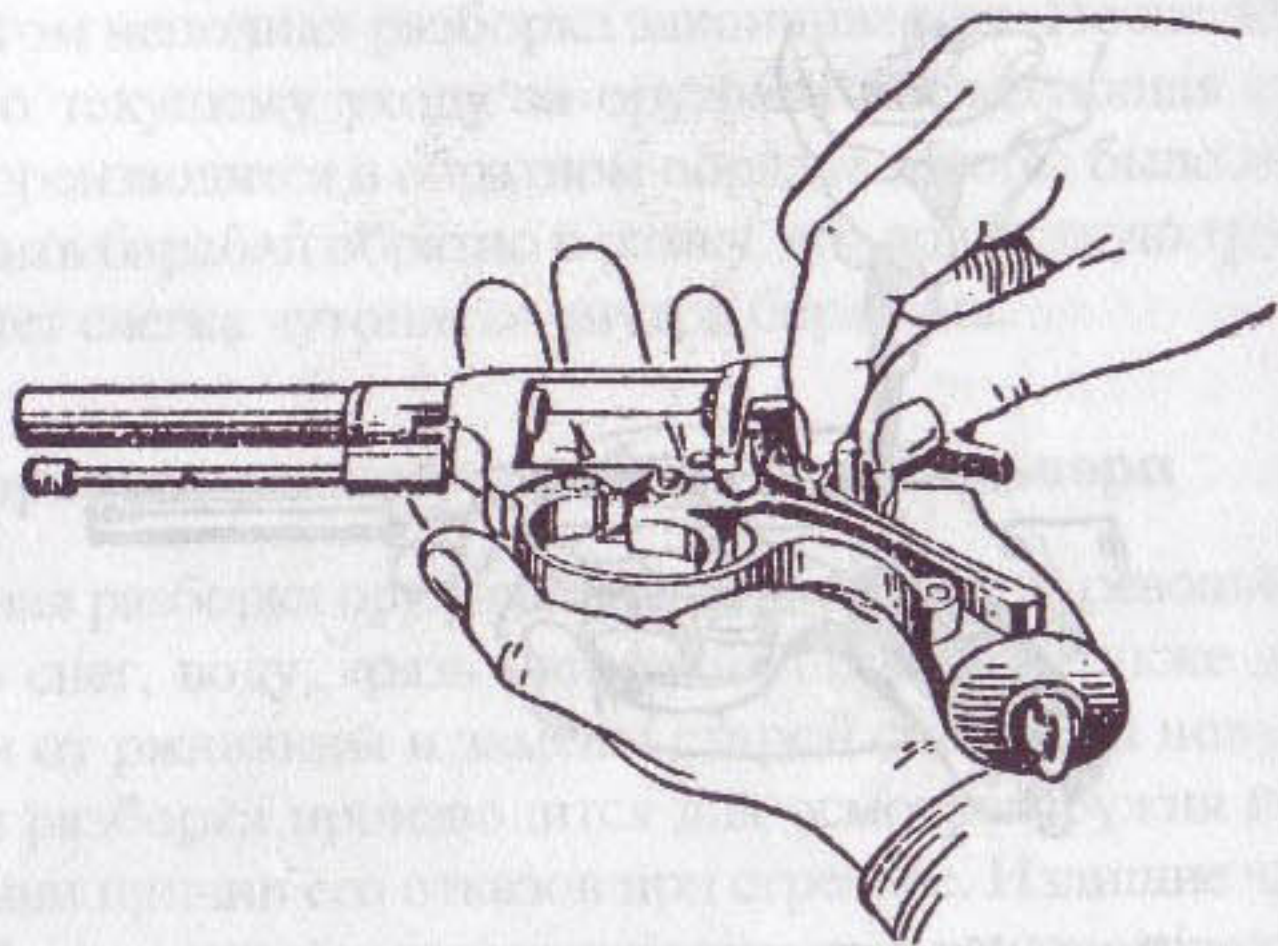
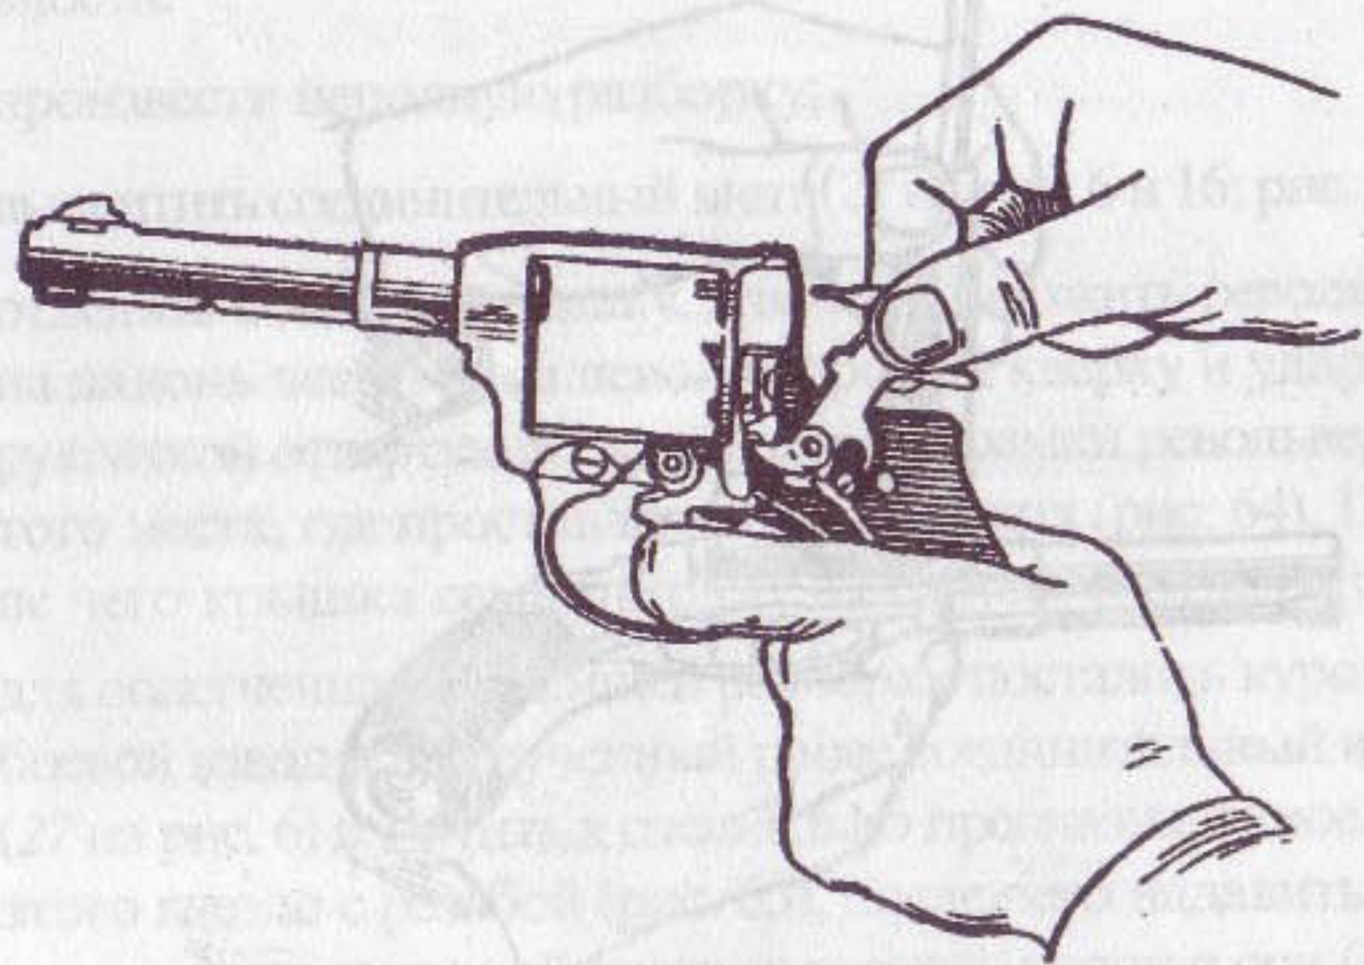

Рис. 65. Как ввинтить соединительный винт
Рис. 66. Как снять курок с оси
- ◆ для облегчения дальнейшей разборки поставить курок на боевой взвод и выкрученный ранее соединительный винт (27 на рис. 6) ввинтить в специально предназначенное для этого гнездо с резьбой (рис. 65), после чего надавить сильнее на спусковой крючок и снять курок с оси (рис. 66, 67);